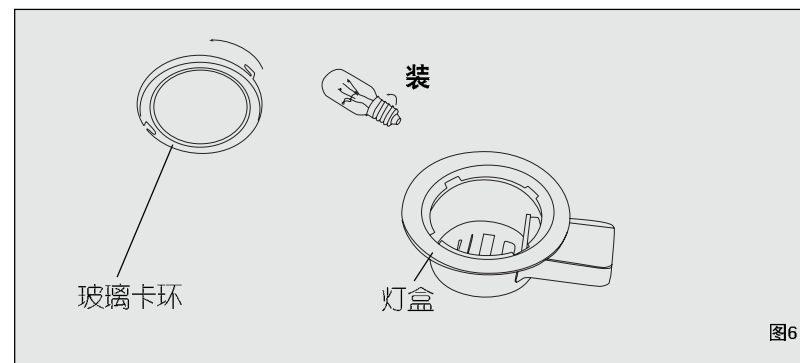

图6
2. 逆时针旋转玻璃卡环，将其取下；或打开照明挡板从内部旋下玻璃卡环，再取下灯泡；灯泡功率不得大于15W（图6）；